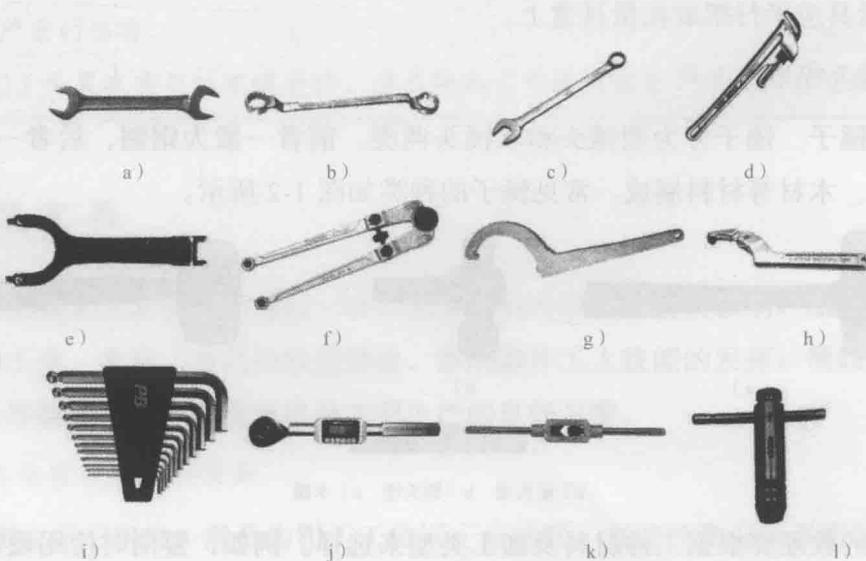

图 1-5 各种扳手
(3) 扳手 扳手（图 1-5）主要用于旋紧或松脱螺栓和螺母等零部件。根据工作性质选用适合的扳手，尽量使用呆扳手，少用活扳手。